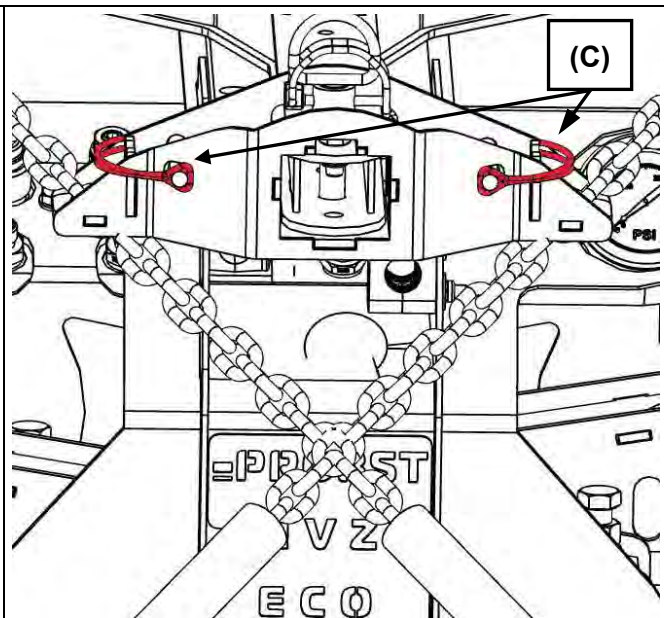

Bild 31
Zusätzlich kann die Position der Kettenaufhängung (A) durch Umstecken in ein anderes Loch noch verändert werden (siehe Bild 31).